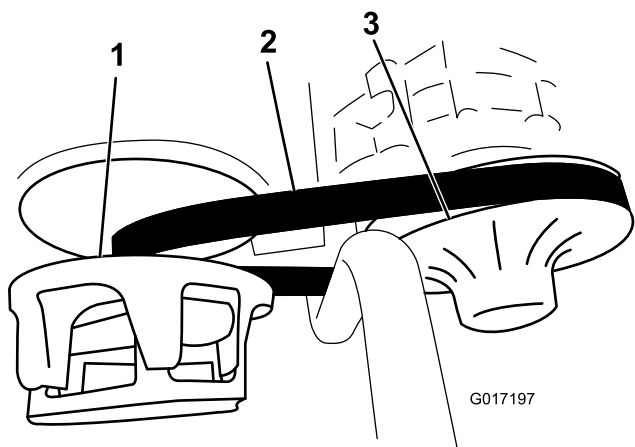

Figure 58
3. Faites tourner la courroie et vérifiez qu'elle n'est pas excessivement usée ou endommagée (Figure 58).
3. Faites tourner la courroie et faites-la passer sur l'embrayage secondaire (Figure 58).
4. Enlevez la courroie de l'embrayage primaire (Figure 58).
5. Alignez la courroie neuve sur l'embrayage principal (Figure 58).
6. Faites tourner la courroie et faites-la passer sur l'embrayage secondaire (Figure 58).